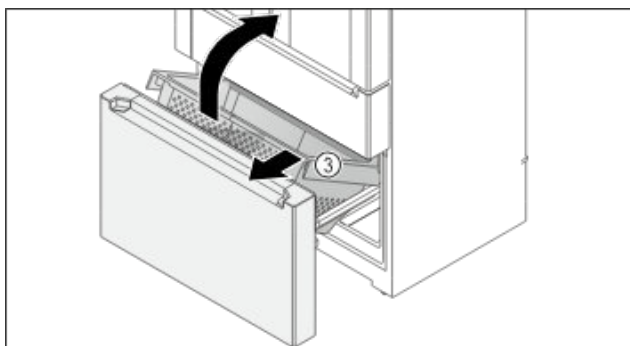

Fig. 151
- ▶ Dvignite posodo Fig. 151 (3) spredaj.
- ▶ Posodo Fig. 151 (3) vzemite diagonalno ven v smeri naprej.